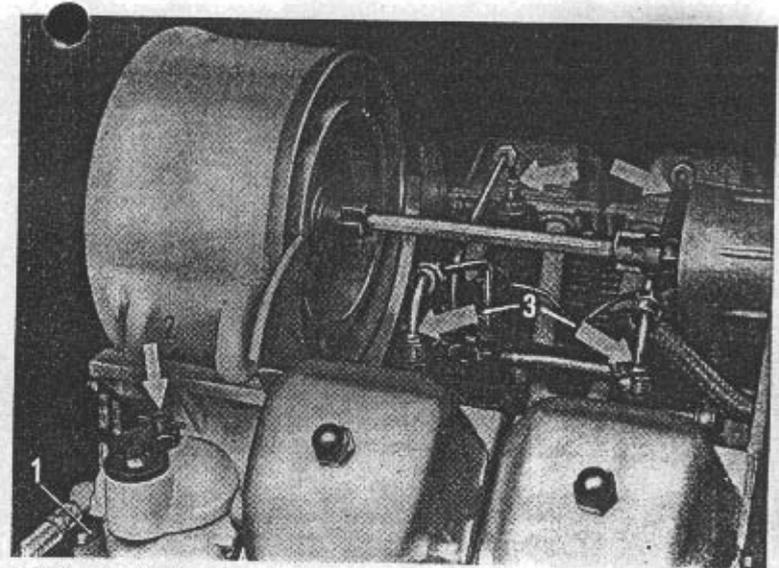

Bild 18. Kraftstoffanlage entlüften
- c) Entlüftungsschraube am Kraftstofffilter öffnen und Kraftstoffförderpumpe (Bild 18) so lange betätigen, bis an der Entlüftungsschraube des Kraftstofffilters der Kraftstoff luftblasenfrei austritt. Entlüftungsschraube wieder schließen und Handpumpe weiter betätigen, damit die Luft aus den Einspritzpumpen herausgedrückt wird.
- f) Alle Überwurfmutter der Einspritzleitungen an den Düsenhaltern lockern (Bild 18). Anlasser so lange betätigen, bis Kraftstoff luftblasenfrei austritt. Überwurfmutter wieder anziehen.